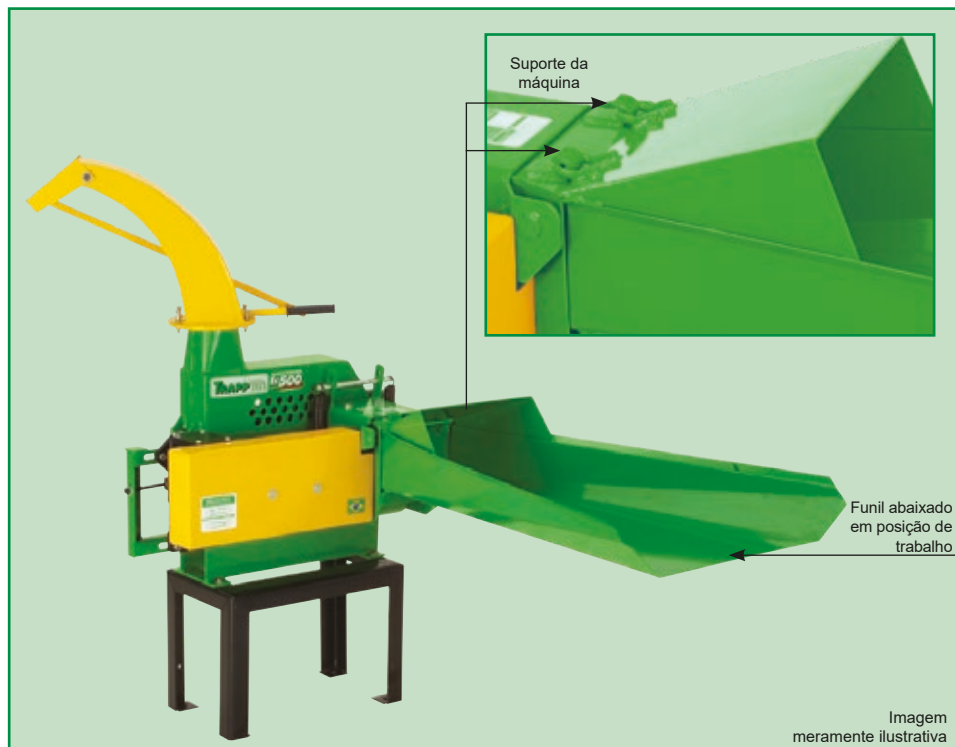

Figura 2
- ✓ Para montar o funil do verde, é necessário inclinar o funil para encaixar no suporte da máquina, conforme mostra a Figura 2.